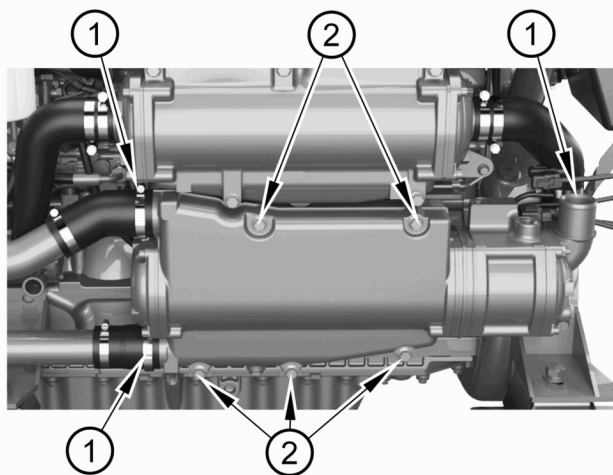

Figure 14
2. Desserrez les colliers de flexibles (Figure 14, repère 1).
3. Retirez les vis (Figure 14, repère 2).